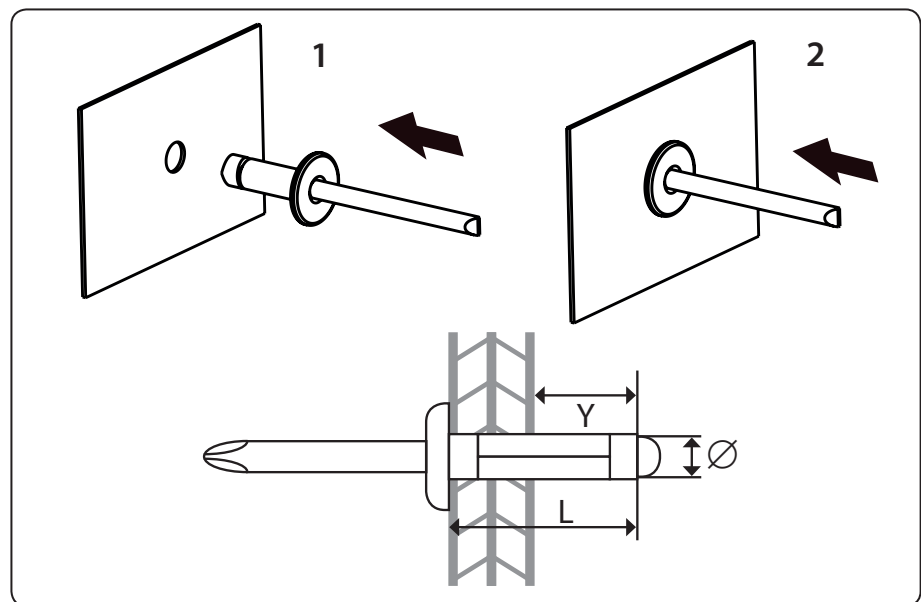

Fig.4
- b) Inserire il corpo del rivetto nel foro del diametro corrispondente rispetto al diametro del corpo del rivetto, vedere. passaggi 1 e 2 in Fig. 4. Il corpo del rivetto deve essere abbastanza lungo rispetto allo spessore dei materiali da unire in modo tale da consentire un corretto accoppiamento dei materiali.